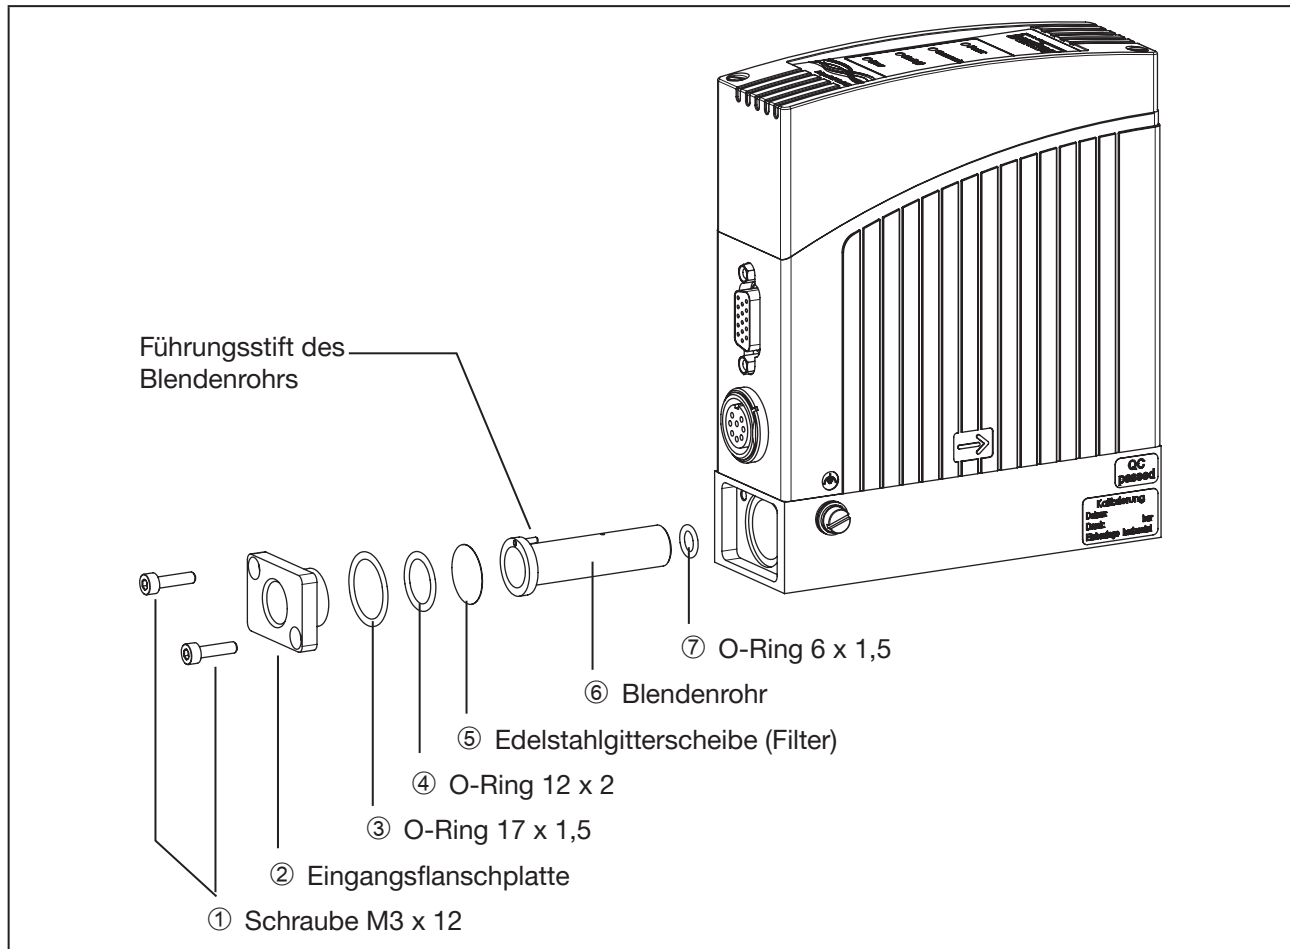

Abb. 11: Wartung, Reinigung
- Für den Zugang zur Edelstahlgitterscheibe die Eingangsflanschplatte ② lösen (siehe Abb. 11:Wartung, Reinigung).
- Teile in der richtigen Reihenfolge und lagerichtig wieder einsetzen (siehe Abb. 11: Wartung, Reinigung).
- Das Blendenrohr ⑥ muss so eingesetzt werden, dass der Führungsstift des Rohrs in die entsprechende Bohrung des Grundblocks eingeführt wird.
- Das feine Gitter der Edelstahlgitterscheibe ⑤ muss beim Einsetzen zur Eingangsflanschplatte ② zeigen.